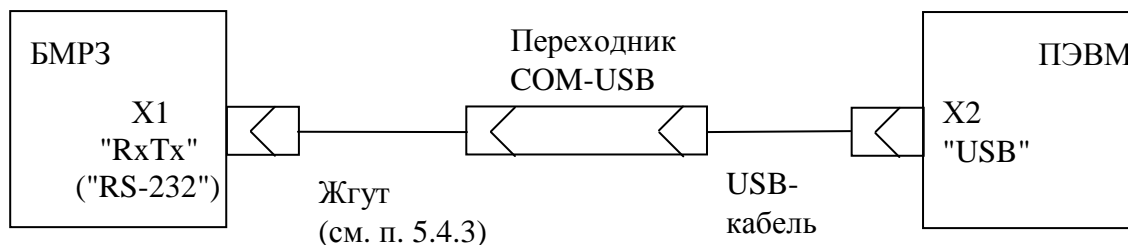

Рисунок 5.7 - Структурная схема подключения БМРЗ к USB-порту ПЭВМ
5.4.4 Для подключения через соединитель "RxTx" (или "RS-232") к соединителю USB-порта ПЭВМ можно использовать переходник COM-USB и USB-кабель (см. рисунок 5.7).